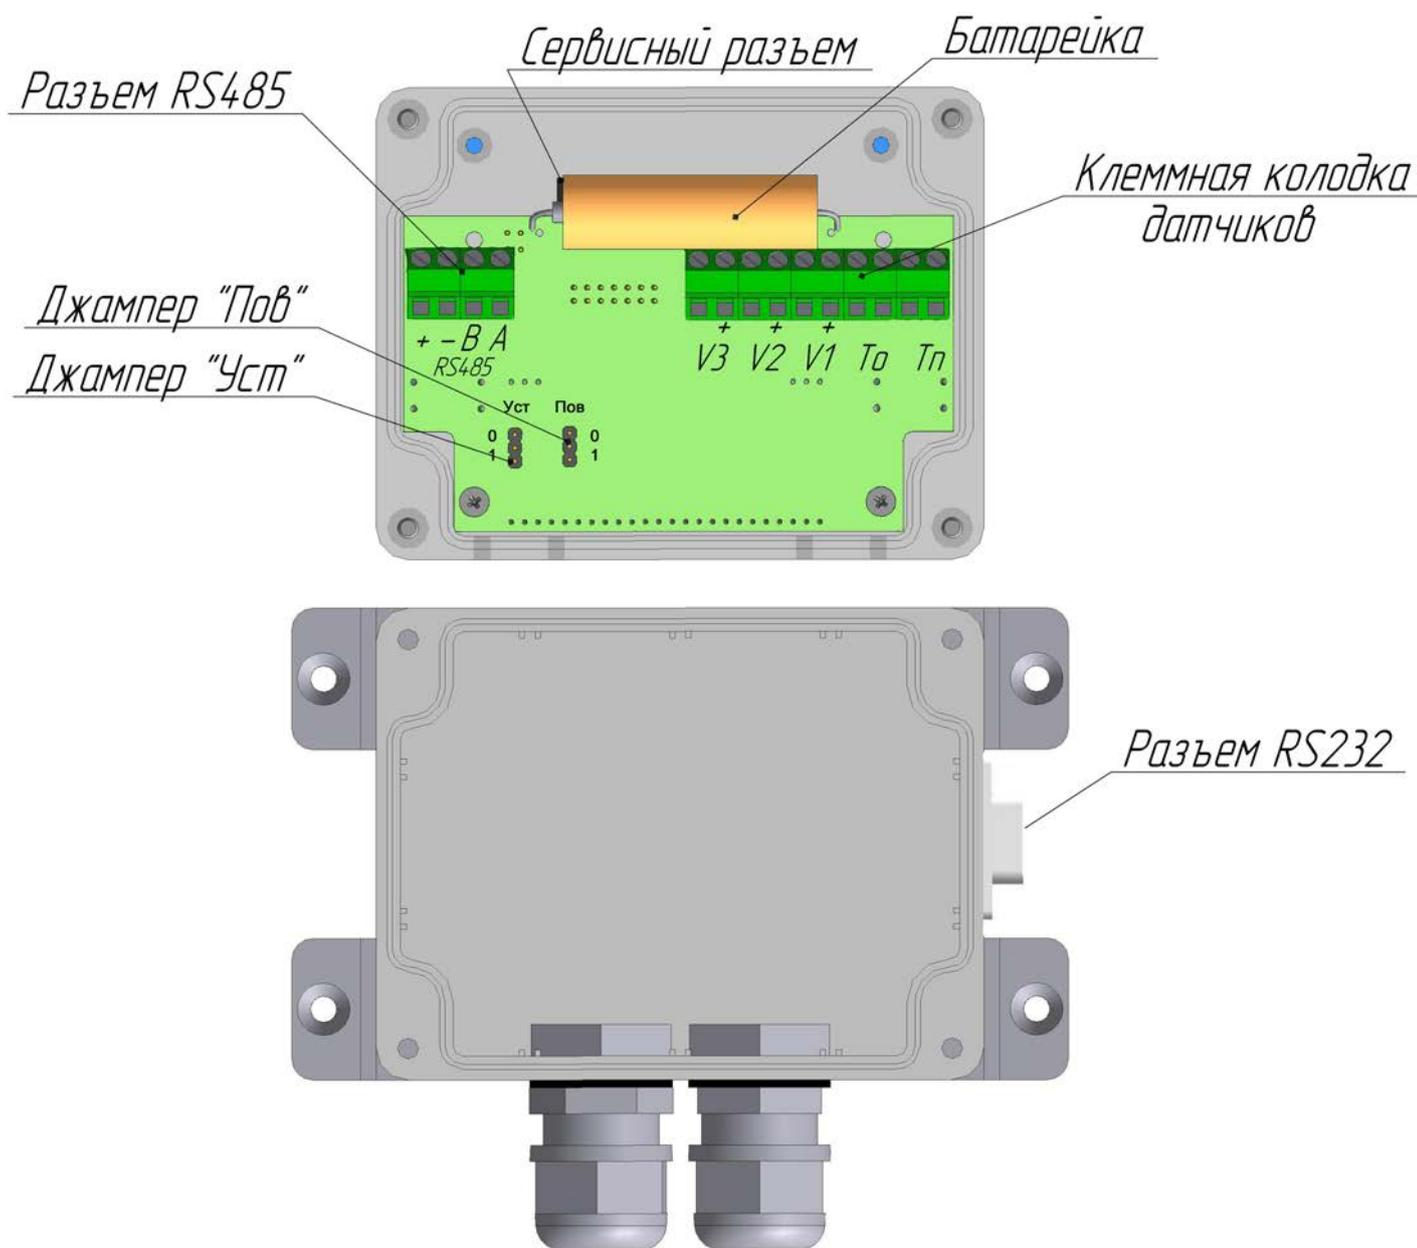

Рис.5. Вид тепловычислителя с откинутой верхней крышкой.
Для входа в процедуру установки параметров необходимо установить джампер «Уст» в положение 1 (см. рис.5).
Установка требуемой конфигурации прибора производится при помощи программы ВТЭ ИЛА и при установке джампера тепловычислителя «Уст» в положение 1 (см. рис.5).
1. Через разъем на боковой стенке - интерфейс RS232 (COM порт) - тепловычислителя (см. рис. 5) - только в модификациях ВТЭ-1К1-М. В этом случае тепловычислитель подключается к компьютеру с помощью специального опторазвязанного переходника КВТЭ и нуль-модемного кабеля, которые поставляются по отдельному заказу.